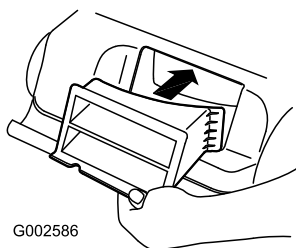

Figure 18
**Important:** Assurez-vous que l'obturateur de l'éjecteur arrière est en place avant de procéder au recyclage (Figure 18).